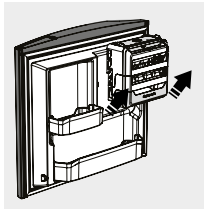

Figura 47
- Retire el Fabricador de hielo de la contrapuerta (Figura 47)